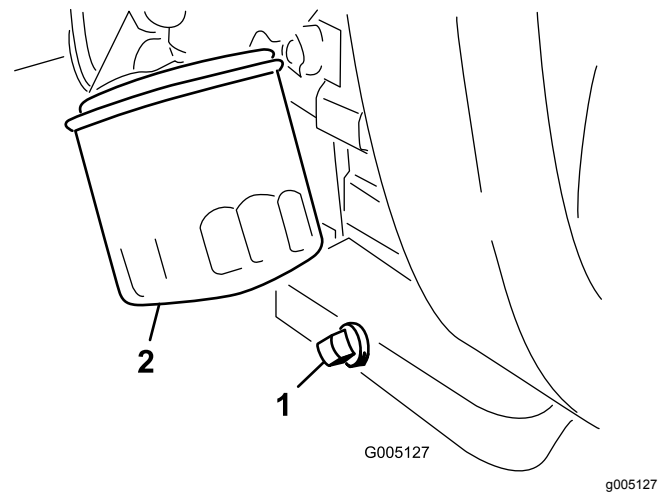

Bild 31
1. Entfernen Sie die Ablassschraube (Bild 31) und lassen Sie das Öl in die Auffangwanne ab.
2. Reinigen Sie das Gewinde der Ölablassschraube, bringen Sie etwas PTFE-Dichtmittel auf und schrauben Sie die Ablassschraube wieder auf (Bild 31).
3. Entfernen Sie den Ölfilter (Bild 31).